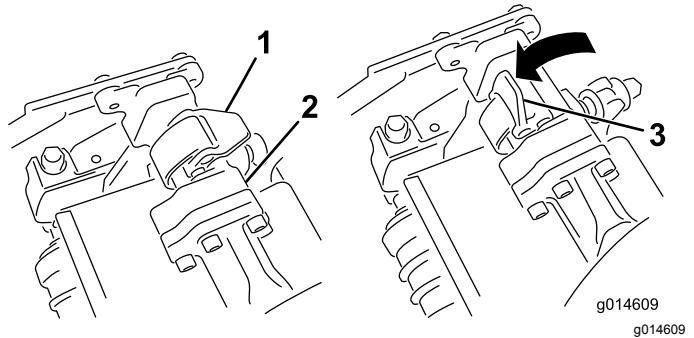

Figure 50
4. Les verrous de la barre de bras de suspension étant orientés en haut (c.-à-d. ouverts) (Figure 50), poussez le bras de suspension vers le bas pour que la barre s'engage sur la barre transversale au sommet de l'unité de coupe (Figure 51).
5. Fermez les verrous autour de la barre de l'unité de coupe et bloquez-les en place (Figure 50).
5. Ouvrez les verrous sur la barre du bras de suspension appartenant à l'unité de coupe que vous voulez déposer (Figure 50).